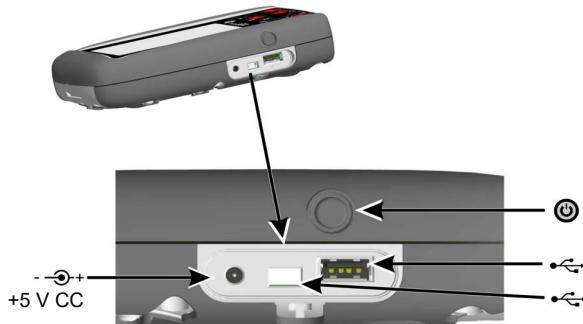

Figure 2 : Vue latérale
- Raccordez le bloc d'alimentation CC/chargeur de batterie au point de connexion +5V_{CC} sur le côté de l'appareil (voir Fig. 2 Vue latérale).
- La batterie peut aussi être rechargée à l'aide des connexions USB (voir Fig. 2 Vue latérale).
A partir de la position OFF – appuyez sur le bouton d'alimentation (voir Fig. 2, Vue latérale) jusqu'à ce que le tableau de bord soit affiché.
1. Collegare l'alimentatore CC/il caricabatteria al collegamento +5 V_{CC} nella parte laterale dell'unità (rif.: fig. 2, vista laterale).
2. La batteria può essere caricata anche tramite i collegamenti USB (rif.: fig. 2, vista laterale).
Premere il tasto di accensione (rif.: fig. 2, vista laterale) fino a quando viene visualizzato il dashboard.